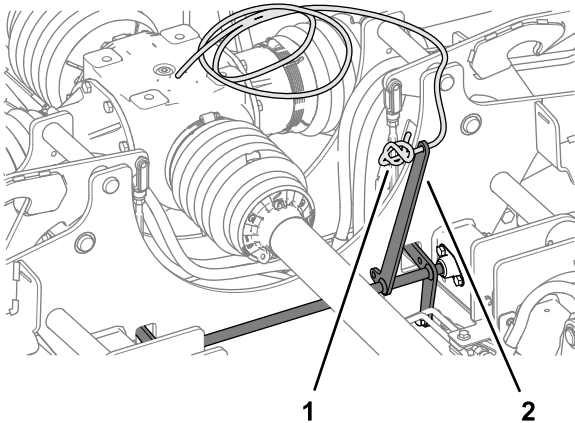

Figura 11
1. Enrosque a extremidade da corda de bloqueio da plataforma através do furo na alavanca de bloqueio e aperte a corda de forma segura (Figura 11).